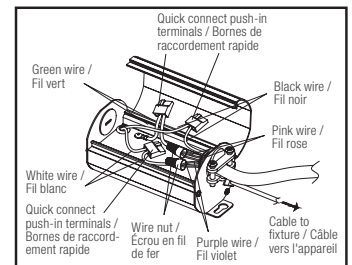

Figure 4
4. Open the J-box and connect the wire. Black to black, white to white, ground to ground. (see Fig. 4)
4. Ouvrez la boîte J et connectez les fils : noir au noir, blanc au blanc, terre à la terre. (voir Fig. 4)